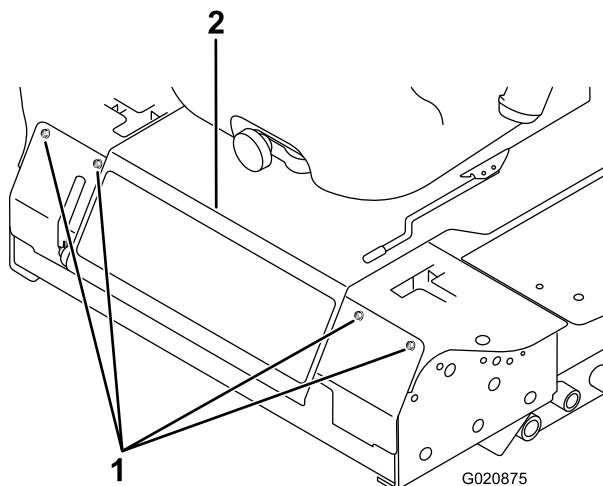

Figure 52
2. Retirez les boulons de fixation du panneau avant et déposez le panneau (Figure 52).